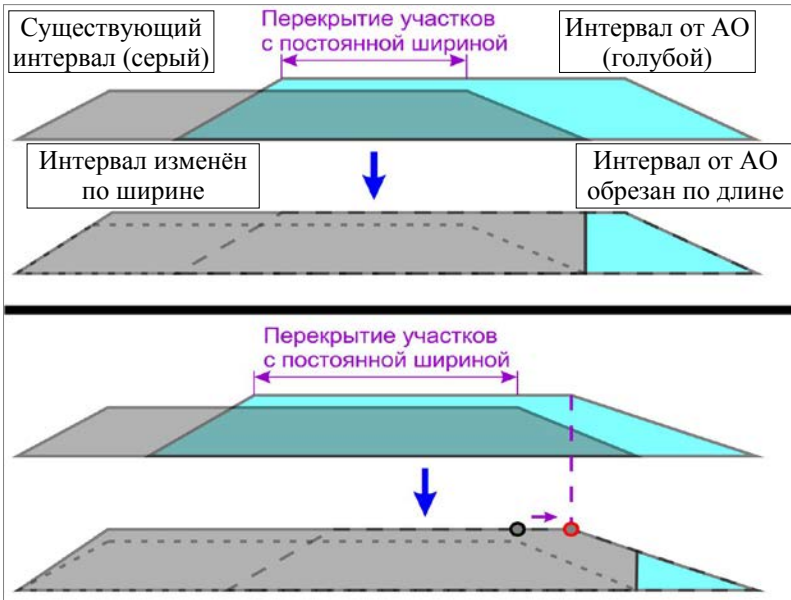

Рис. 27.9
- изменение ширины исходного интервала на участках перекрытия новым интервалом от АО с постоянной шириной (рис. 27.9).